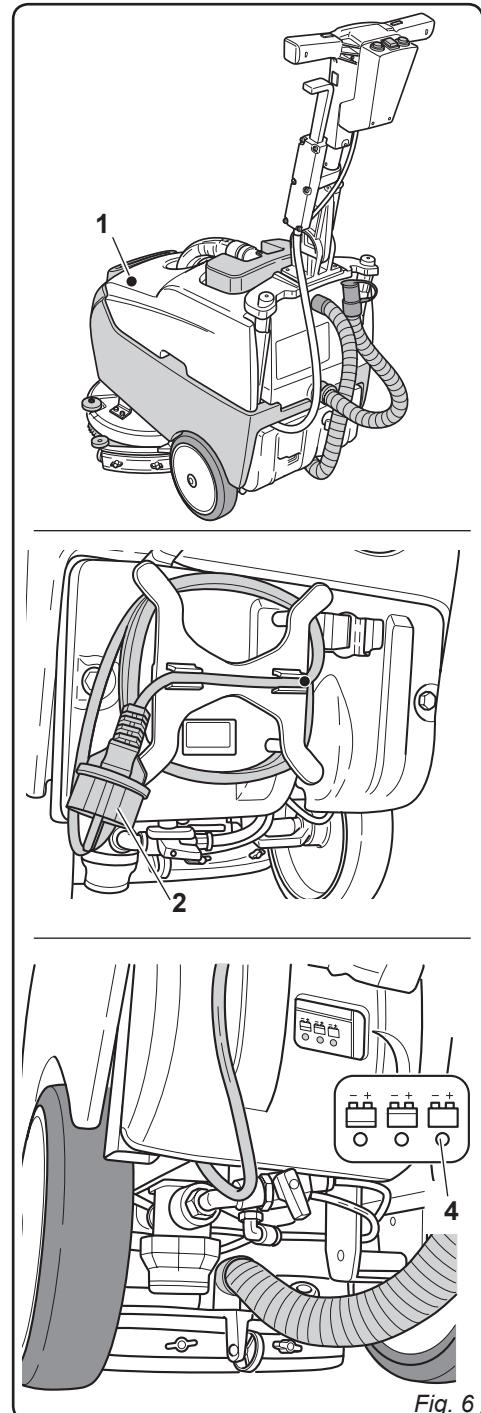

Fig. 6
- Posizionare la spazzola (1) a terra.
- Sollevare anteriormente la macchina facendo leva sul maniglione (2) e rimuovere l'appoggio di polistirolo (3).
- Posizionare la flangia (4) sopra la spazzola (1).
- Premere il pulsante (5) su "I", quindi premere le leve (6) avviando la rotazione della spazzola fino a sentire il "CLIC" di aggancio della spazzola, quindi rilasciare le leve (6) e premere il pulsante (5) su "0".
4.1 CARICA DELLA BATTERIA (Fig. 6) (solo per versione CB)